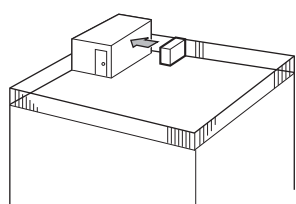

Fig. 3-2
- ① Positionner la sortie d'air vers le mur le plus proche et à environ 50 cm de celui-ci. (Fig. 3-2)